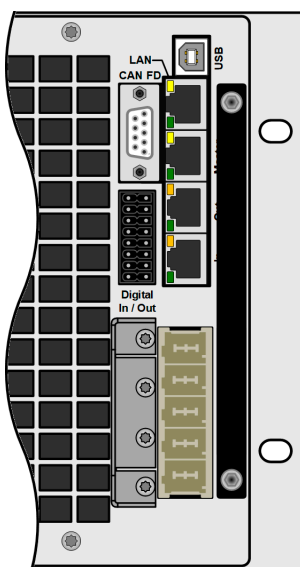

Figure 12 - Emplacement de montage de la bride
2. Mettre en place la bride et la fixer avec les vis (M3x8) retirées temporairement, ainsi qu'avec les deux vis supplémentaires fournies et les rondelles de serrage. Voir *Figure 12*.